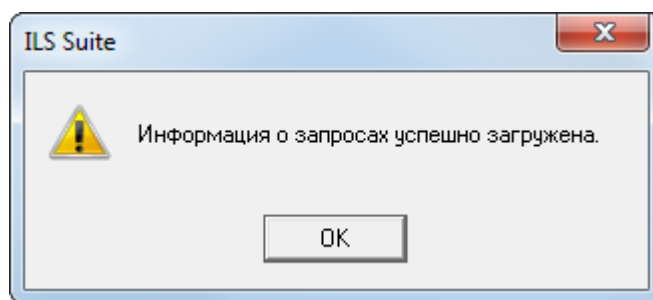

Рис. 7-40 – Информационное сообщение
5) После загрузки запроса из файла выводится информационное сообщение (рис. 7-40).